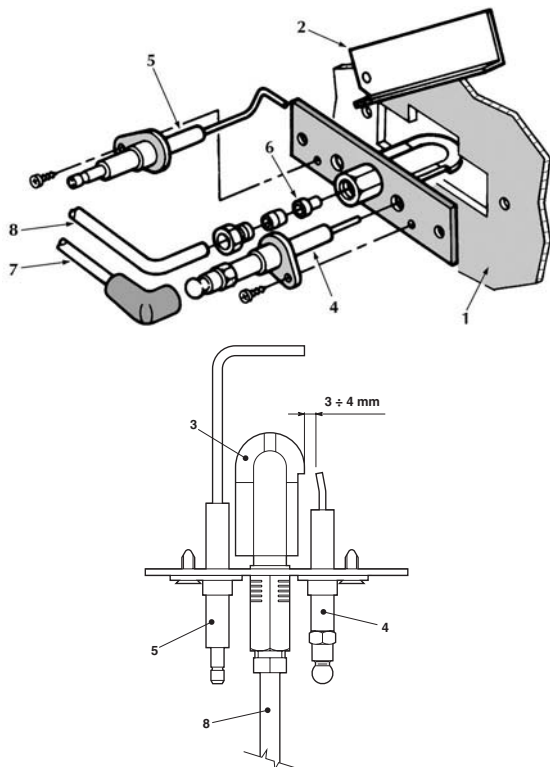

fig. 10 - Quemador piloto
- Los electrodos no presenten incrustaciones y estén bien colocados (véase fig. 10).
Después de repetidos intentos de encendido, la centralita electrónica bloquea la caldera.	Limpiar con aire comprimido los inyectores de los quemadores piloto. Controlar que el gas llegue a la caldera correctamente y que no quede aire en los tubos. Controlar que los electrodos estén correctamente ubicados y no tengan incrustaciones (ver fig. 10). Controlar que la caldera esté conectada a una buena toma de tierra. Controlar las conexiones a los electrodos de encendido y de ionización.
En la fase de encendido, no se produce la descarga entre los electrodos.	Controlar que los electrodos estén correctamente ubicados y no tengan incrustaciones (ver fig. 10). Termostato de regulación ajustado en un valor demasiado bajo Controlar la alimentación eléctrica. Controlar las conexiones a los electrodos de encendido y de ionización. Controlar las conexiones a la centralita electrónica de control de la llama. Controlar que no se hayan invertido la FASE y el NEUTRO y que los contactos a masa sean eficaces. Controlar la presión del gas de entrada y que no haya presostatos del gas abiertos. Rearmar el termostato de seguridad. Comprobar que el termostato de ambiente esté cerrado.